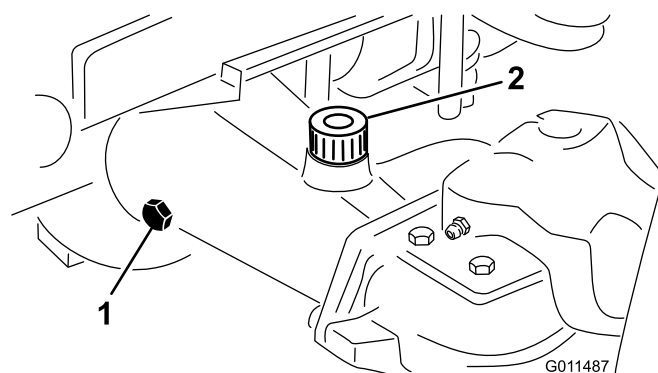

Figure 14
- Enlevez un bouchon de contrôle à une extrémité du pont arrière (Figure 14) et vérifiez que le lubrifiant atteint la base de l'orifice. Si le niveau est bas, enlevez le bouchon de remplissage (Figure 14) et